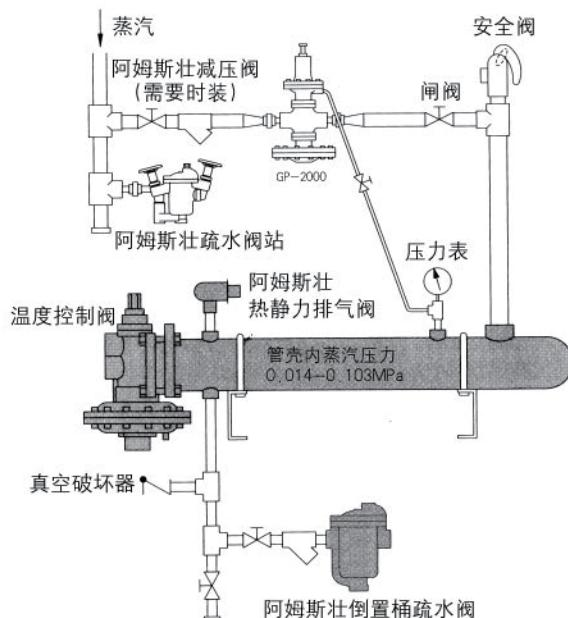

图3-1
一台热水器的标准供货包括在交换器上的温度控制阀、槽钢支架及U形螺栓、热静力排气阀和一台阿姆斯壮倒置桶式疏水阀。（参见图3-1）
4. 如果使用外置先导式减压阀，其控制管应从减压阀倾斜向下，连到热交换器外壳上的压力表处（见图3-1）。
5. 如果存在下述两种或其中任何一种情况，需在热水器前安装蒸汽泄压安全阀：(1) 蒸汽的最高压力超过管束内水压的最小值；